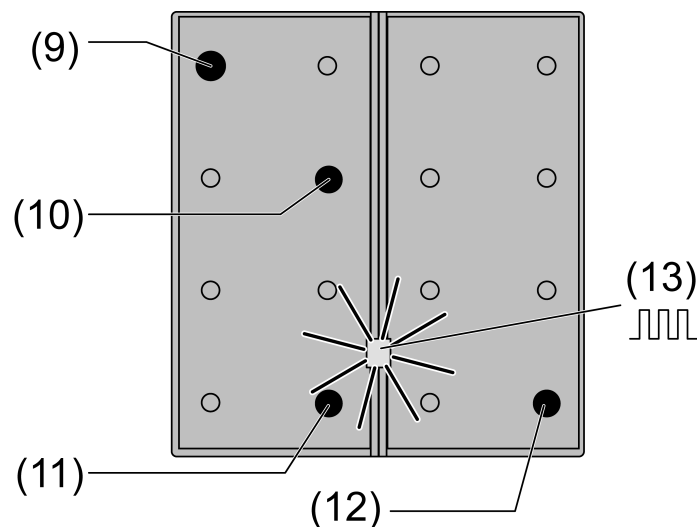

Bild 7: Programmiermodus aktivieren
- Abhängig von der Geräteversion (1 ... 4fach) Taste oben links und Taste unten rechts (siehe Bild 7) drücken und halten.
- Abhängig von der Geräteversion (1 ... 4fach) Taste oben links und Taste unten rechts (siehe Bild 7) drücken und für > 5 Sekunden halten, bis die Betriebs-LED schnell blinkt (ca. 4 Hz).